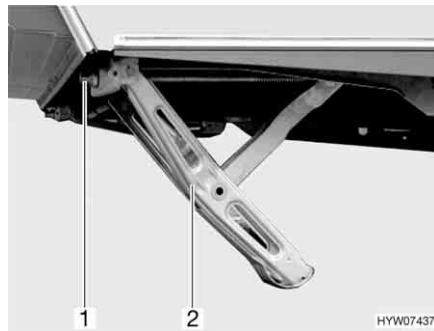

Fig. 23 Apoyo a manivela bajado girando la manivela
- Insertar la manivela en el hexágono (Fig. 23,1) de los apoyos a manivela (Fig. 23,2).